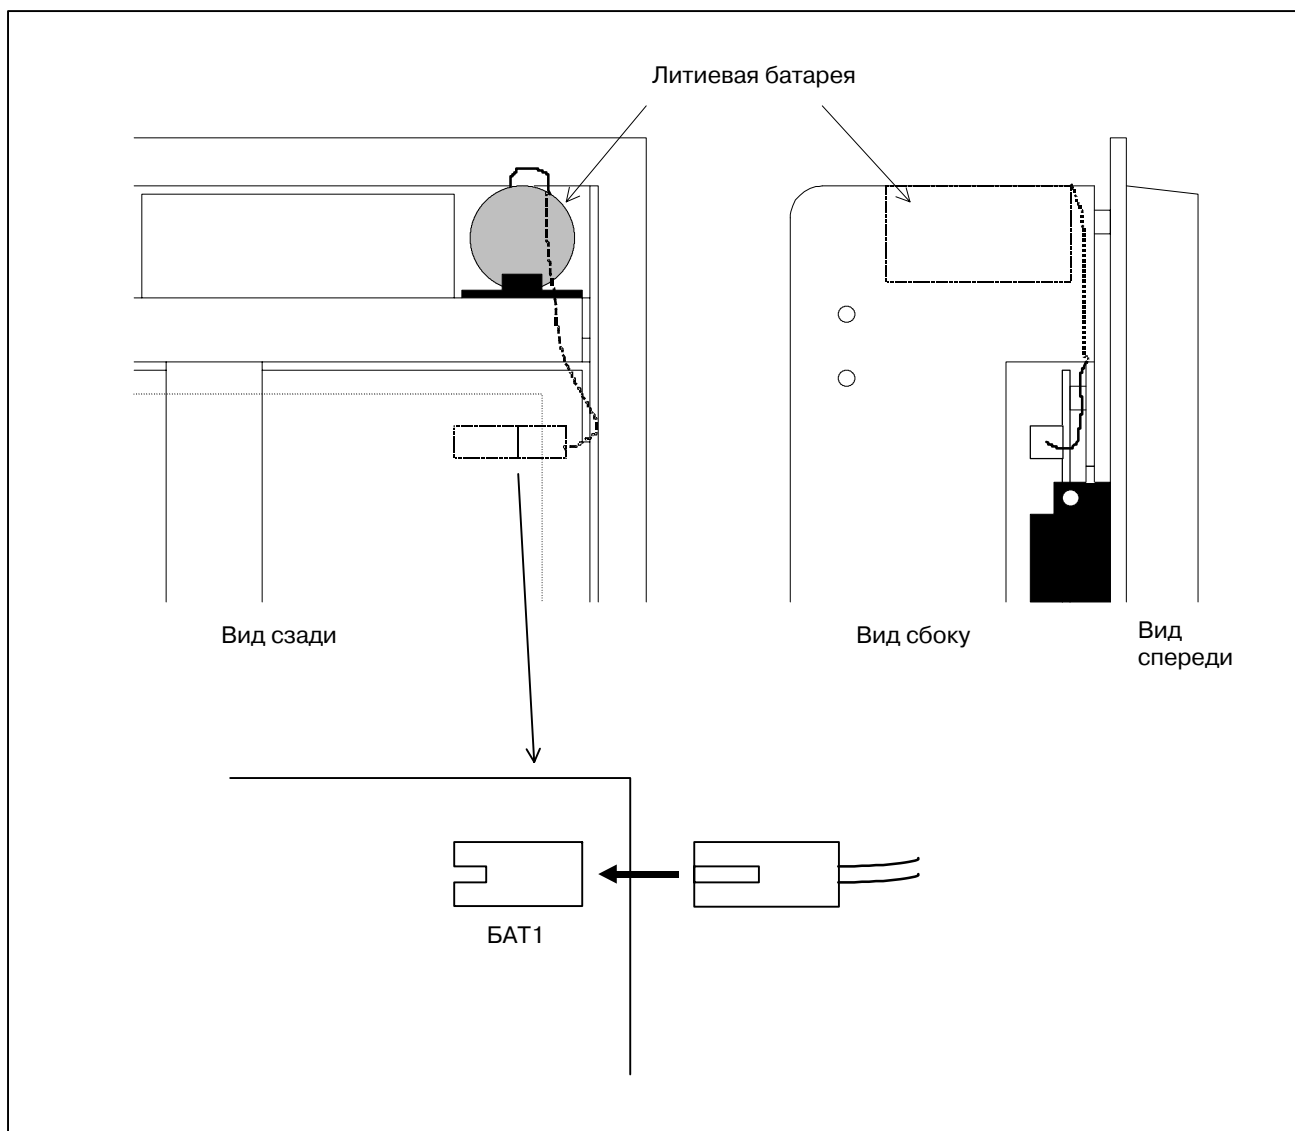

Рис. 1.3 Подсоединение литиевой батареи к ПАНЕЛИ *i*
- (1) Во избежание возможной потери или повреждения параметров BIOS, запишите значения параметров BIOS.
- (2) Приобретите новую литиевую батарею (A02B-0200-K102).
- (3) По истечении не менее пяти секунд после подключения питания, выключите питание ПАНЕЛИ *i*. Извлеките ПАНЕЛЬ *i* из панели так, чтобы можно было выполнить процедуру замены в задней части интеллектуального терминала.
- (4) Отсоедините разъем литиевой батареи и извлеките батарею из держателя батареи.
- (5) Протяните кабель для новой литиевой батареи, как показано на Рис.1.3.
- (6) Подсоедините разъем и замените батарею в держателе батареи.
- (7) Снова установите ПАНЕЛЬ *i*.
- (8) Включите питание и проверьте, чтобы параметры BIOS были сохранены (установка BIOS не активируется принудительно).